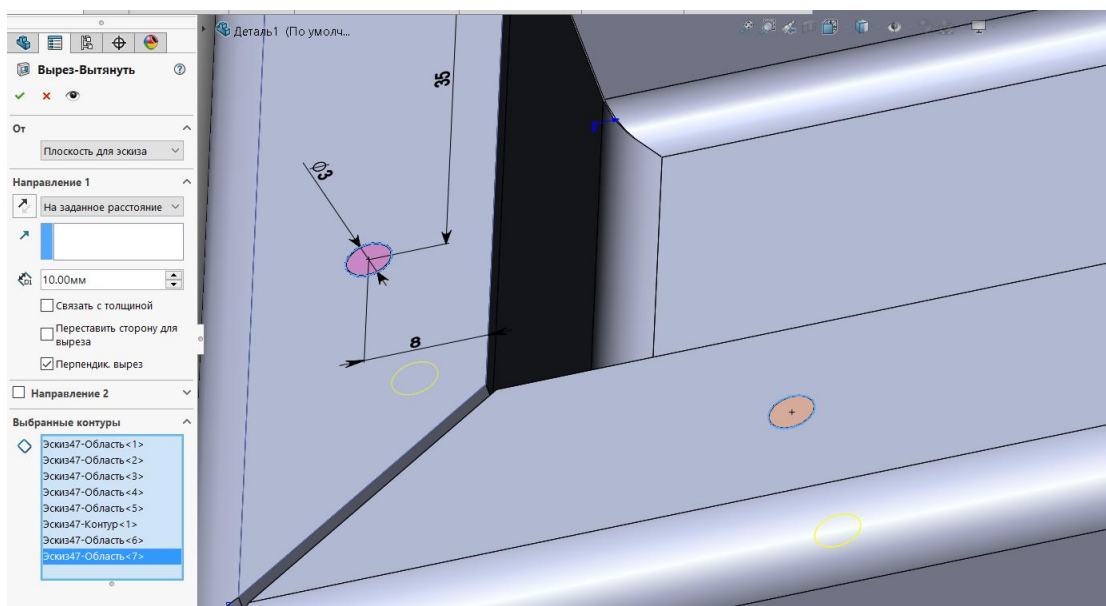

Рисунок 17 – создание отверстий
19. Выбрать операцию «**Вытянутый вырез**», затем выделить области внутри созданных восьми окружностей (рис. 17). Глубина выреза 10 мм.